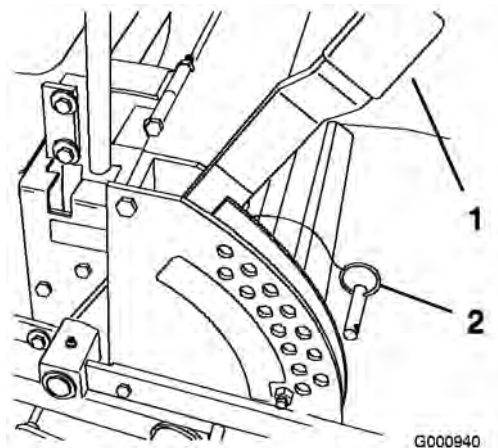

Figure 18
aussi à la hauteur de coupe de 127 mm [5 pouces]) (Figure 18).
2. Pour changer de hauteur de coupe, retirez l'axe de chape du support de hauteur de coupe (Figure 18).
3. Placez l'axe de chape dans le trou du support correspondant à la hauteur de coupe voulue (Figure 18).